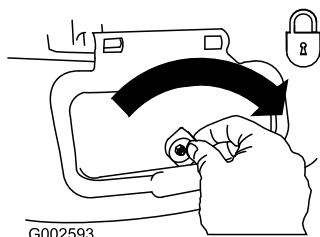

Рисунок 38
**Внимание:** Заблокируйте боковую выпускную дверцу после ее закрытия (Рисунок 38).